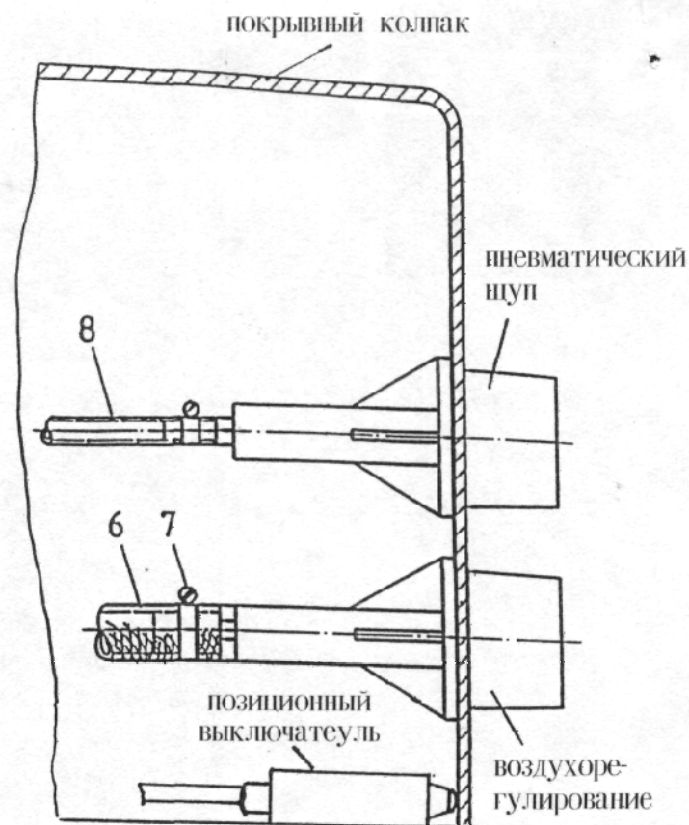

Рис. 2
12. Насаживать кожух на оборудование и помешать к краю бассейна так, что позиционный выключатель нажатым, смотри рис. 2. Закрепить кожух в >той позиции. Только теперь цепь тока замкнута.
1. Включение и выключение оборудования производится посредством нажима на встроенный в колпак пневматический щуп (рис. 2). Можно приводить щуп в действие со стороны бассейна.
2. Регулирование воздуха способствует засасыванию через сопло воздуха, чтобы достигать эффекта воздушно-жемчужного плавания. Можно регулировать количество воздуха со стороны бассейна (рис. 2).